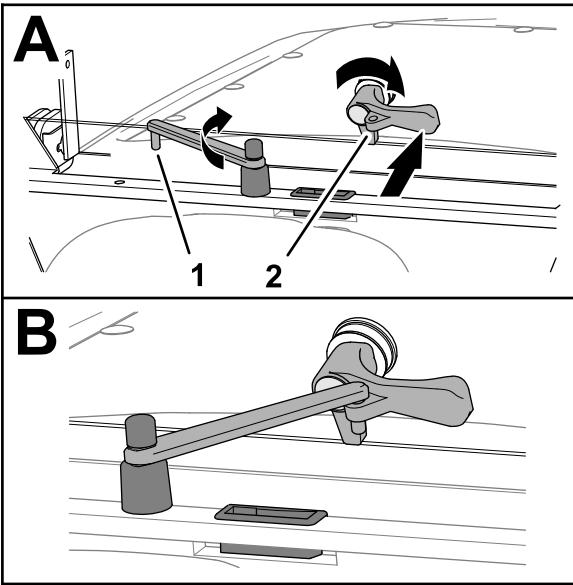

Figure 17
2. Tournez la poignée de verrouillage à l'horizontale (Figure 17).
3. Tournez la tige de support vers le loquet de la vitre et insérez la goupille au bout de la tige dans le trou de la poignée (Figure 17).